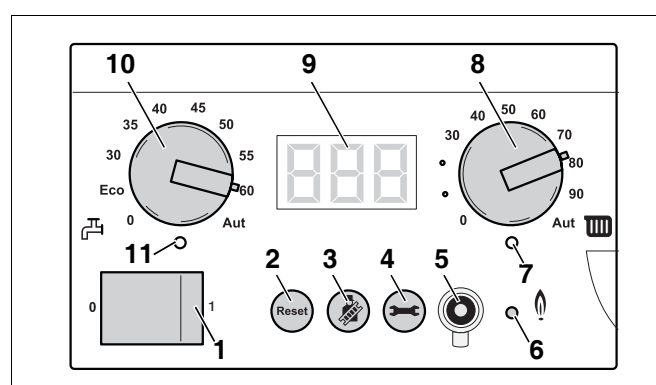

Fig. 89 Basiscontroller BC10
- Sluk for gaskedlen på panelafbryderen til Basiscontroller BC10 (fig. 89, **pos. 1**).
- Tænd for gaskedlen på panelafbryderen til Basiscontroller BC10 (fig. 89, **pos. 1**).
- Når LED "Brænder" lyser, (fig. 89, **pos. 6**) skal du vente et minut, til gaskedlen brænder på delbelastning.
- Tryk på "skorstensfejer"-tasten (fig. 89, **pos. 3**), og hold den nede (ca. 2 sekunder), indtil punktet nederst til højre på displayet (fig. 89, **pos. 9**) vises. Se endvidere tab. 9, "Røggastest", side 42.